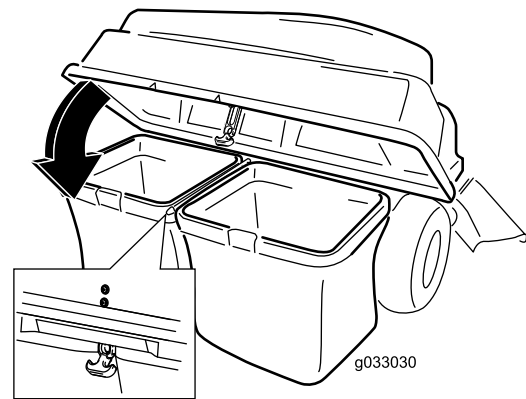

Figura 22
5. Abbassate il coperchio del sistema di raccolta sui cestini (Figura 22).
6. Fissate il cofano con il fermo (Figura 22).